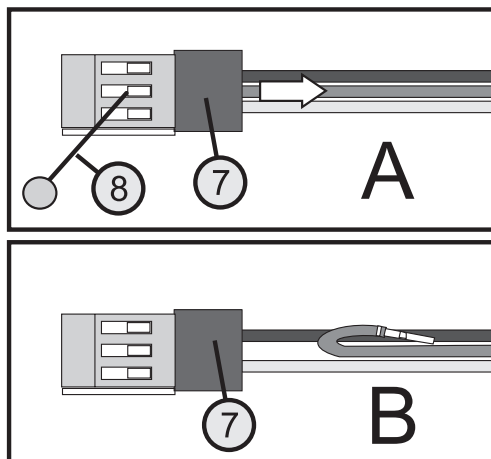

Bild 2
- Ziehen Sie dazu den Stecker (7) des 3poligen Anschlusskabels vom Empfänger ab.
- Heben Sie mit einer Stecknadel (8) die Verriegelungslasche des mittleren Steckkontaktes an und ziehen den Steckkontakt am Kabel vorsichtig so dem Stecker (siehe Bild 2 A).
- Der nun offen liegende Steckkontakt wird nach hinten umgelegt (siehe Bild 2 B), anschließend mit Klebeband isoliert und am 3poligen Kabel festgeklebt.